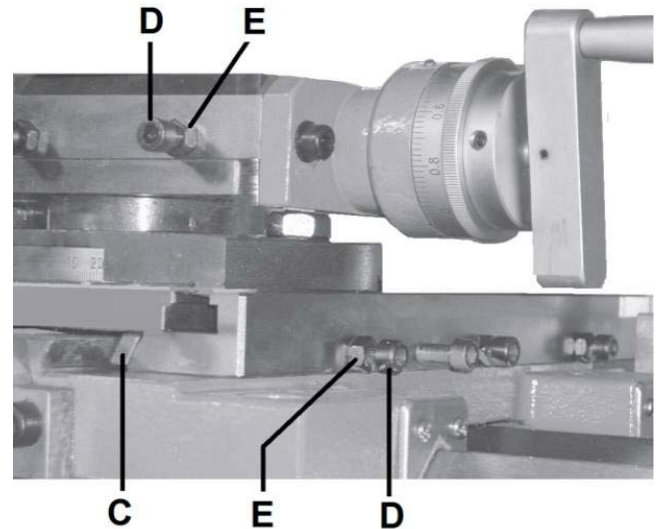

Figure 11-3 : Réglage de la glissière
Chaque glissière est équipée d'une glissière de guidage (C, Fig 11-3) et peut être réglée avec les vis (E) équipées de contre-écrous (D).